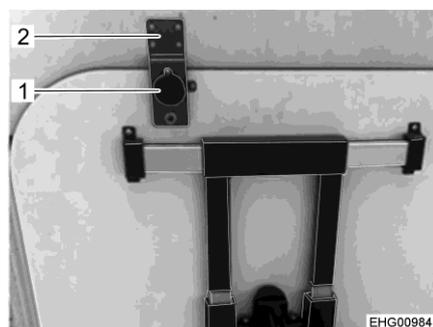

Fig. 39 Tablero de la mesa (en el soporte)
- Introducir el tablero de la mesa en el soporte (Fig. 39,2) atrás del asiento del conductor hasta que el botón de retención (Fig. 39,1) engatille.
- Tirar el botón de retención (Fig. 39,1). El bloqueo se desbloquea.
- Extraer la mesa del soporte (Fig. 39,2).